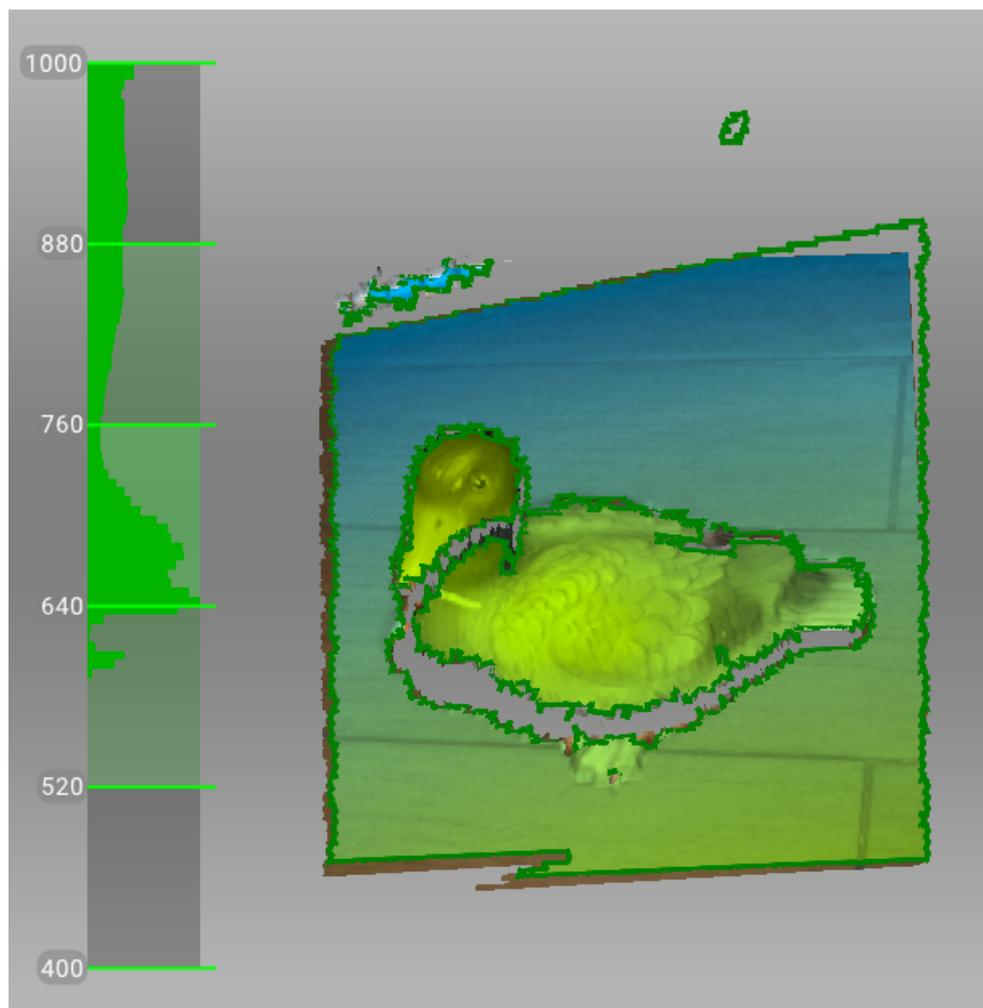

Abbildung 29: Entfernungsmesser und Entfernung-Einfärbung zeigen Flächen im optimalen Entfernungsbereich zum Artec Spider an.
- Versuchen, den Scanner so zu positionieren, dass die meisten Flächen im Sichtfeld grün erscheinen, entsprechend der Mitte des Entfernungsmesser-Bereichs¹ (Abb. 29)
¹ Aus technischer Sicht entspricht das Zentrum des Entfernungsmessers dem Zentrum des Sichtfeldes. Der optimale Abstand zwischen Scanner und Zielobjekt richtet sich nach der Lage der Nah- und Fernebene des 3D-Scanners (siehe Abb. 2). Mit dem *Entfernungsmesser* bietet Artec Studio ein Feature zur einfachen Visualisierung des Abstandes zwischen Scanner und Objekt während der Aufnahme. Der *Entfernungsmesser* beinhaltet einen Satz halbtransparenter Diagramme auf der linken Seite des Fensters *3D-Ansicht* (siehe Abb. 29). Jedes Diagramm stellt die Verteilung der aufgenommenen Flächenpunkte in Abhängigkeit vom Scanner-Abstand dar. Die Farbe entspricht dem Satz von Flächen, aus dem sie stammen: Standardmäßig zeigt Grau registrierte Schlüssel-Frames an, Dunkelgrün den letzten erfolgreich registrierten Frame, und Rot weist auf einen Registrierungsfehler hin.